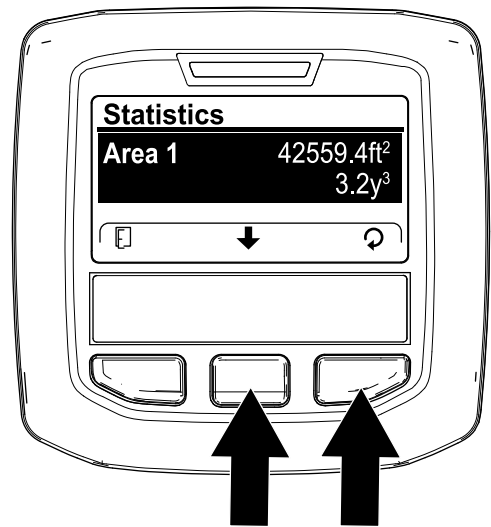

Figura 106
1. All'interno della schermata STATISTICHE, premete il tasto centrale dell'InfoCenter fino a quando non viene selezionata l'opzione AREA 1 (Figura 106).